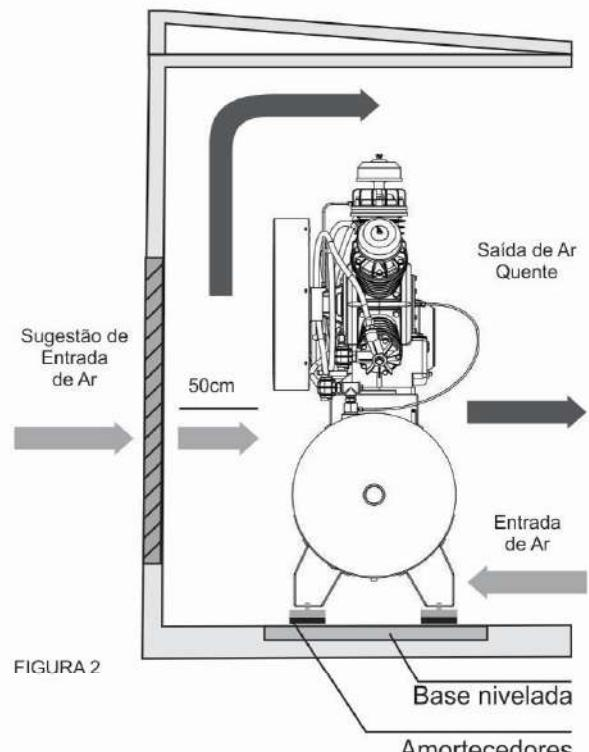

FIGURA 2
- 4.5 Instalar o equipamento em uma distância mínima de 50 cm da parede com amortecedor de vibração adquirido pelo cliente. Figura 2